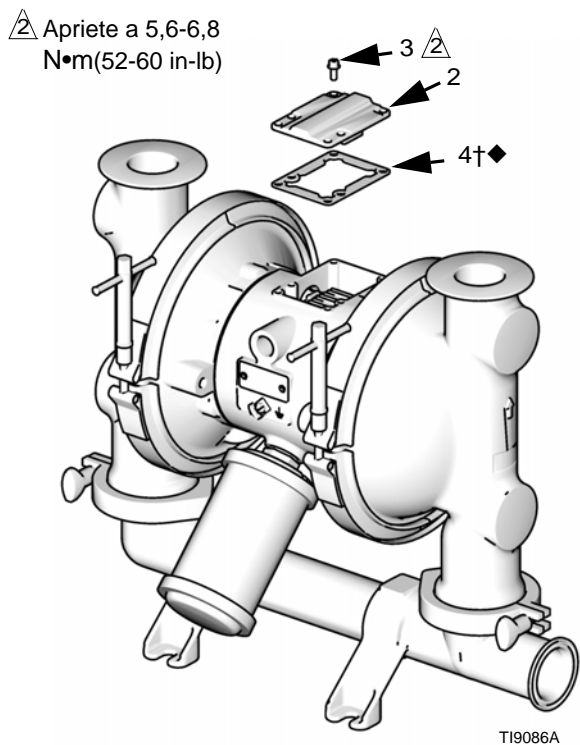

FIG. 5
2. Con un destornillador Torx (T20) o una llave de tubo de 7 mm (9/32 pulg.), retire los seis tornillos (3), la cubierta de la válvula de aire (2) y la junta (4). Consulte la FIG. 5.
10. Alinee la junta de la válvula (4†◆) y la cubierta (2) con los seis orificios de la carcasa central (1). Fije los seis tornillos (3) usando un destornillador Torx (T20) o una llave de tubo de 7 mm (9/32 pulg.). Apriete a 5,6-6,8 Nm (52-60 in-lb). Consulte la FIG. 5.